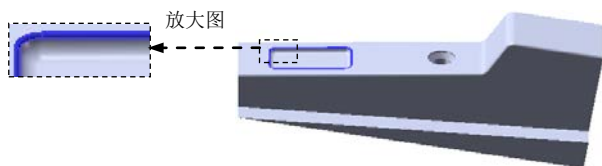

图 16.5.20 圆角 6
Step12. 创建图 16.5.20 所示的圆角 6。
(1) 选择命令。选择下拉菜单 **插入(I)** → **特征(F)** →  **圆角(U)...** 命令（或单击  按钮），系统弹出“圆角”对话框。